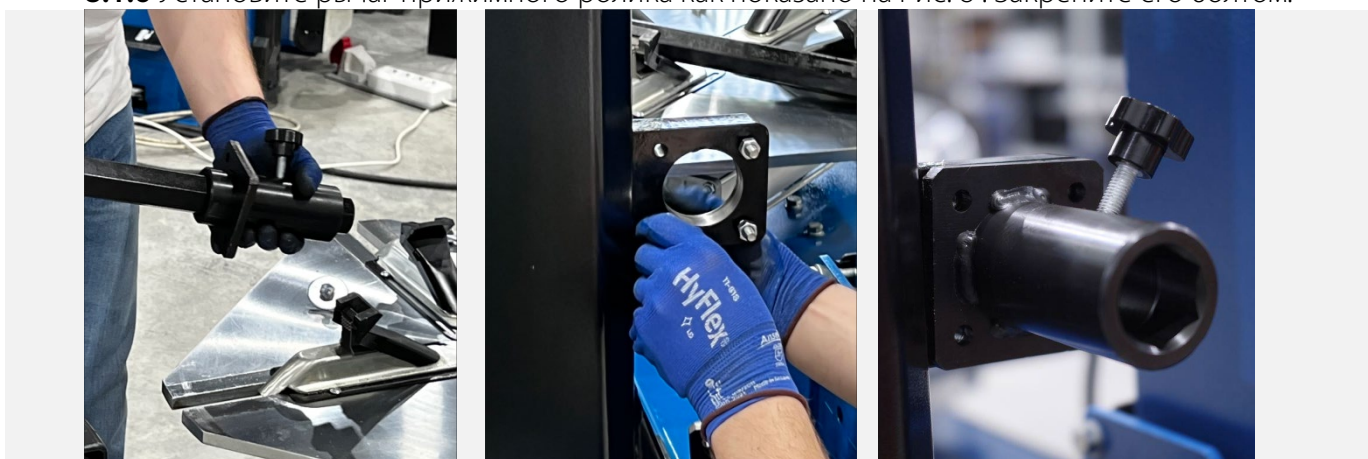

Рисунок 8
8.1.6 Установите рычаг прижимного ролика как показано на Рис. 8. Закрепите его болтом.